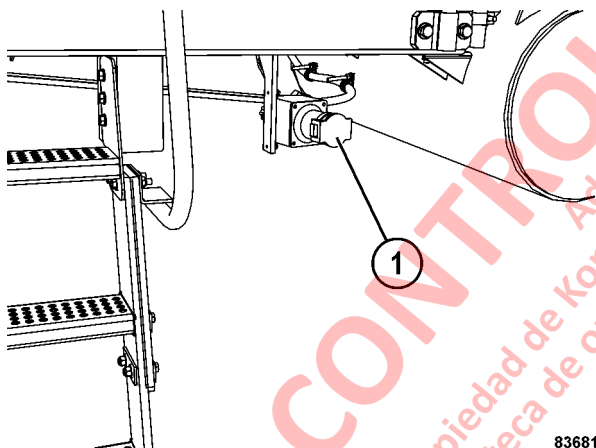

FIGURA 7-1. RECEPTÁCULO DE ENERGÍA DEL SISTEMA DE CALEFACCIÓN
Una fuente de poder externa está conectada a un receptáculo de energía para hacer funcionar el sistema. El receptáculo de energía (1, Figura 7-1), se ubica bajo la plataforma del lado izquierdo (LH).